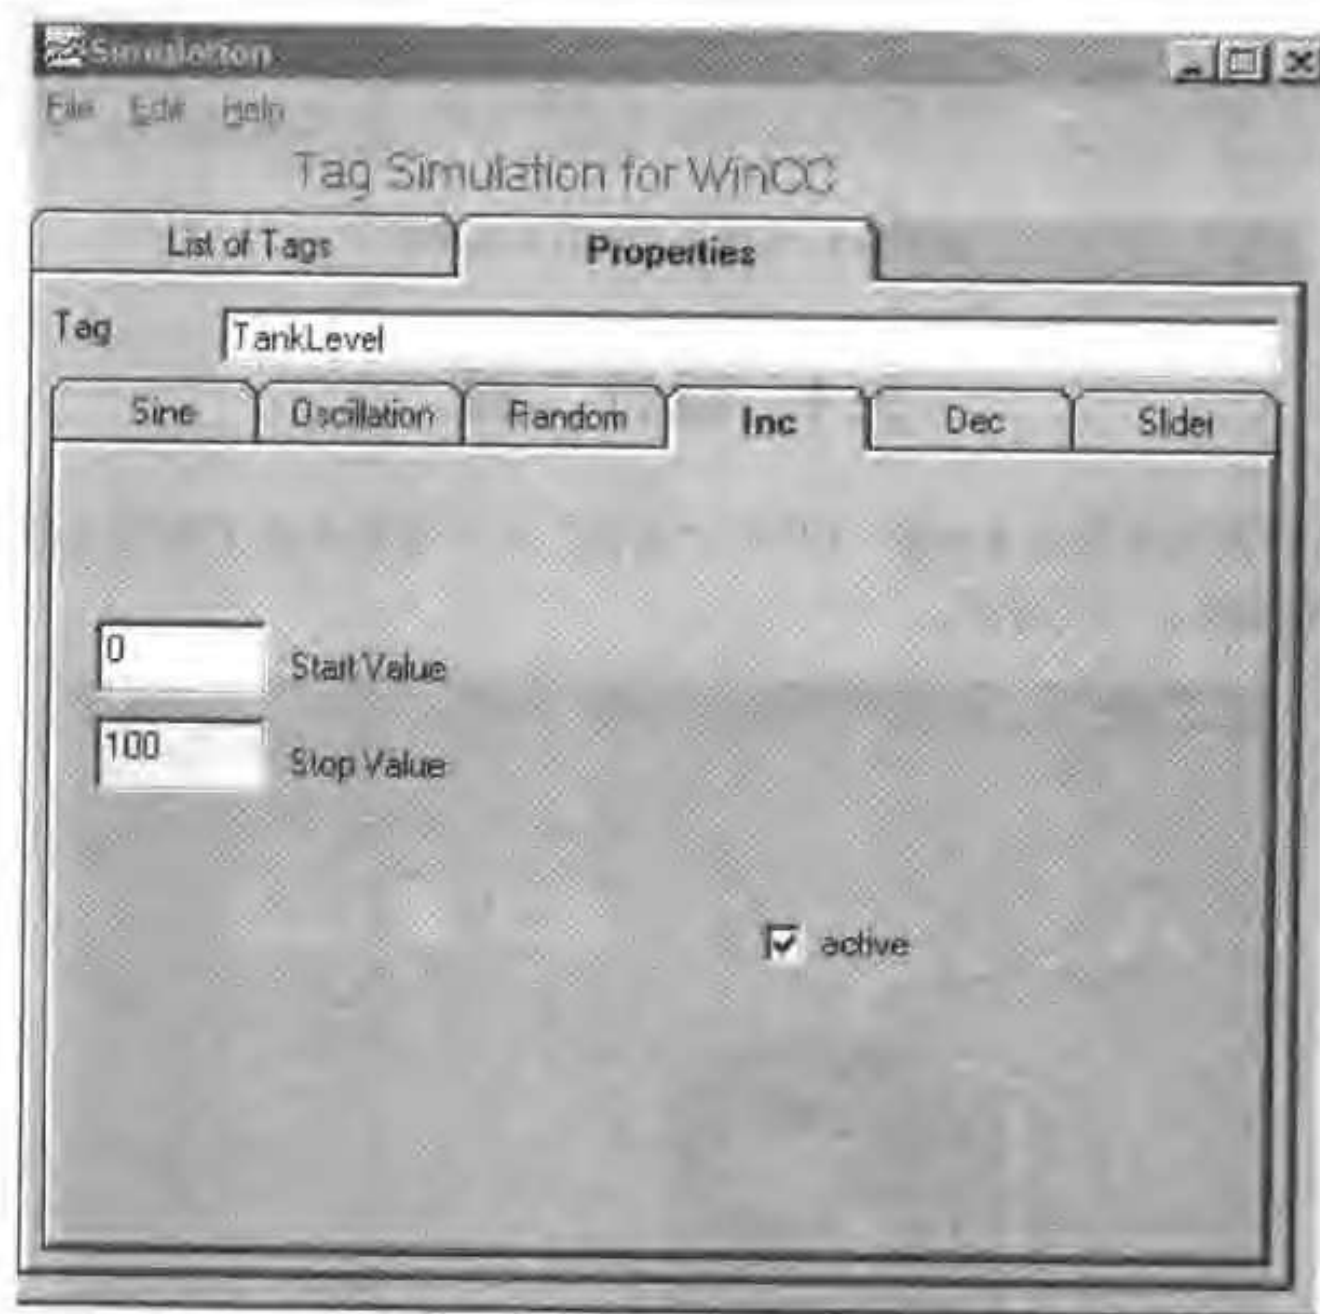

图 3-17 变量模拟器
- 输入起始值为 0, 终止值为 100, 并选中右下角的“激活”复选框, 如图 3-17 所示。在 List of Tags 选项卡上, 单击 Start Simulation 按钮, 开始变量模拟。TankLevel 值会不停地变化。